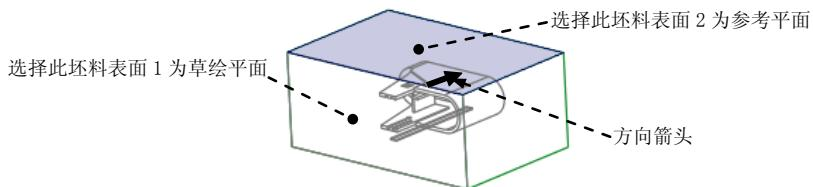

图 19.32 定义草绘平面
- ⑥ 在“拉伸”操控板中单击 按钮, 完成特征的创建。
(1) 单击**编辑模具体积块**操控板 **形状** ▾ 区域中的 按钮，此时系统弹出“拉伸”操控板。
(2) 定义草绘截面放置属性。右击，从弹出的菜单中选择**定义内部草绘...**命令；在系统 的提示下，选取图 19.32 所示的坯料表面 1 为草绘平面，接受图 19.32 中默认的箭头方向为草绘视图方向，然后选取图 19.32 所示的坯料表面 2 为参考平面，方向为 **上**，单击 **草绘** 按钮，此时进入草绘环境。